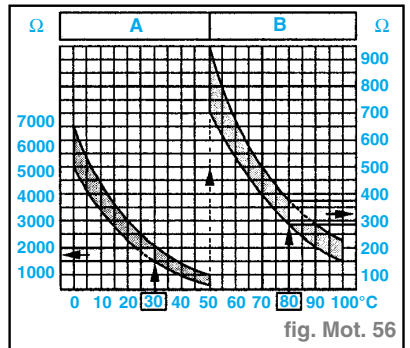

fig. Mot. 56
- Valeurs assignées voir diagramme (fig. Mot. 56).
- Valeur assignée voir diagramme (fig. Mot. 56).